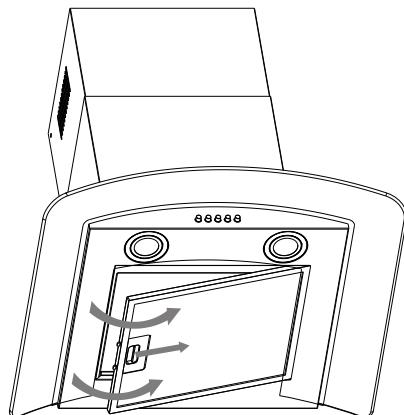

图 10
- 按照图 10 拆卸过滤器。
- 参见图 10，拆卸过滤器。